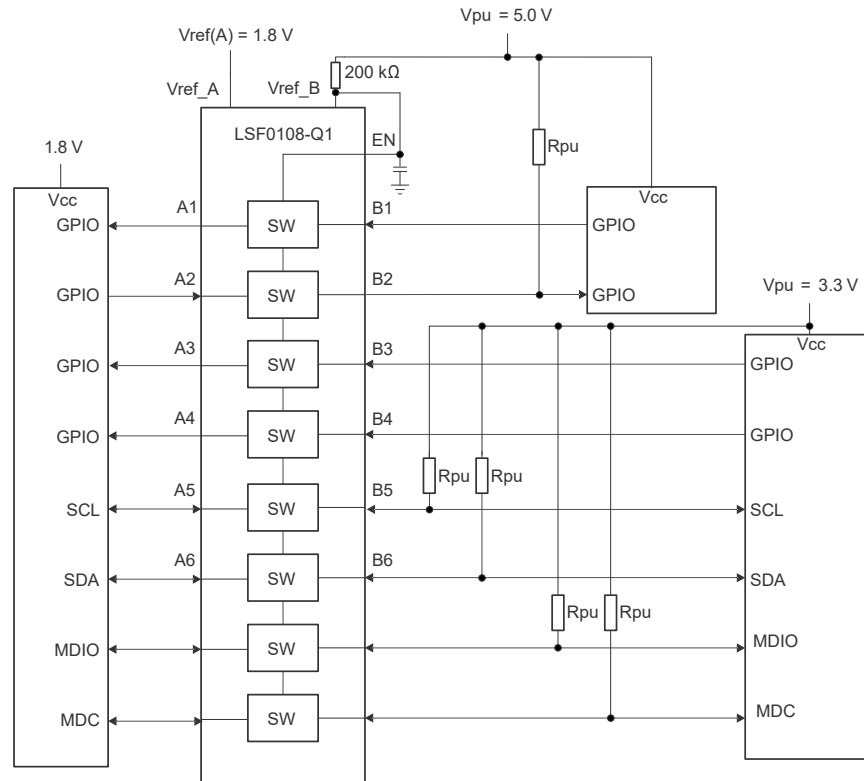

図 9-1. 複数の電圧レベルへの双方向変換
- V_{CCB}/V_{CCA} は V_{ref_B} または V_{ref_A} と同じではありません。V_{CCB} は LSF デバイスに供給される B 側の電源電圧を表し、V_{ref_B} は 200kΩ 抵抗の反対側にある V_{ref_B} ピン (図 9-1 のピン 7) の電圧を表します
図 9-1 に示すように、 V_{ref_B} は 200k Ω の抵抗を経由して 5V の V_{PU} 電源に接続され、 V_{ref_A} は 1.8V の電源に接続されています。A1 および A2 チャンネルの最大出力電圧は V_{ref_A} に等しく、B1 および B2 チャンネルの最大出力電圧は V_{PU} に等しくなります。
図 9-1 に、基準電源電圧 V_{ref_A} を 1.8V のプロセッサ・コア電源に接続し、 V_{ref_B} を 200k Ω の抵抗を介して 5V の電源に接続する方法を示します。A3 と B4 の出力では最大出力電圧が V_{ref_A} に等しく、双方向インターフェイス (Ch5/6、MDIO、MDC) では最大出力電圧が V_{pu} に等しくなります。